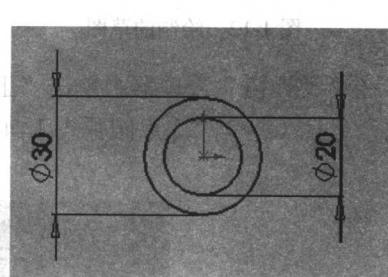

图 1-9 绘制的草图
(1) 打开中文版 SolidWorks 2007，建立一个新零件文件。
(2) 在“设计树”管理器中单击选择“前视基准面”，然后在视图区中以原点为圆心绘制直径分别为 30mm 和 20mm 的同心圆，并使用“智能尺寸”工具（）标注尺寸，如图 1-9 所示。